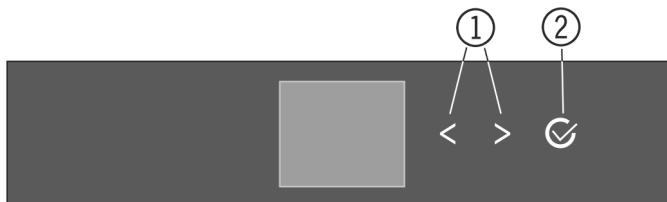
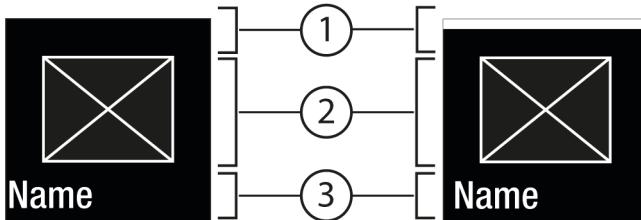
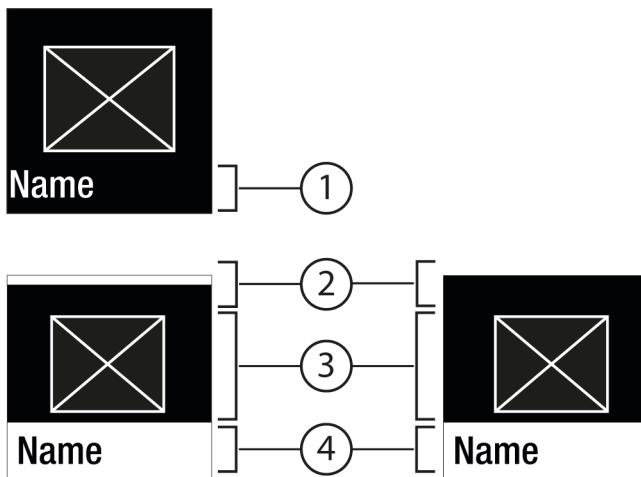

Fig. 5
Fig. 6
Fig. 7
- (1) Навигационная стрелка влево / вправо
- (2) Подтвердить
#### Навигационная стрелка влево / вправо Fig. 5 (1):
#### Подтвердить Fig. 5 (2):
- Навигация при помощи навигационной стрелки влево / вправо Fig. 5 (1).
- С помощью Подтвердить Fig. 5 (2) вызвать Подменю Fig. 7 (4).
- Установка нового значения: С помощью Подтвердить Fig. 5 (2) выбрать деактивированное значение Fig. 6 (1).
- Назад в меню: С помощью Подтвердить Fig. 5 (2) выбрать уже активированное значение Fig. 6 (2).
- Навигационные стрелки Fig. 5 (1) нажмите до тех пор, пока не появится индикация функции .
- Нажмите на Подтвердить Fig. 5 (2).
- С помощью навигационных стрелок Fig. 5 (1) выберите значение настройки.
- Состояние: активировано Fig. 6 (1) появляется недолго в Подменю Fig. 7 (4).
- ▶ Нажимайте навигационные стрелки *Fig. 5 (1)* до тех пор, пока не появится индикация настроек .
- ▶ Нажмите на Подтвердить *Fig. 5 (2)*.
- ▶ Нажимайте навигационные стрелки *Fig. 5 (1)* до тех пор, пока не появится индикация требуемой настройки.
- ▶ Нажмите и удерживайте в течение 3 секунд Подтвердить *Fig. 5 (2)*.